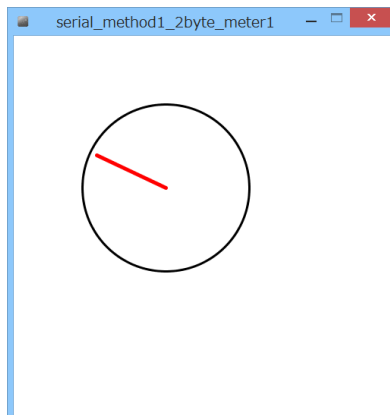

図 3.14: メーター表示の例
課題 3.1.4 では光センサによる電圧変化の時間軸グラフによる可視化を行った。本課題では光センサによる電圧変化を図 3.14 に示されるようなメーター表示で表すことを考える。仕様は以下の通りとする。作成した Processing スケッチを `serial_method1_1byte_meter` という名前で保存せよ。
- 適当に装飾する。例えば図 3.14 の例ではメーターの回りを円で囲っている。